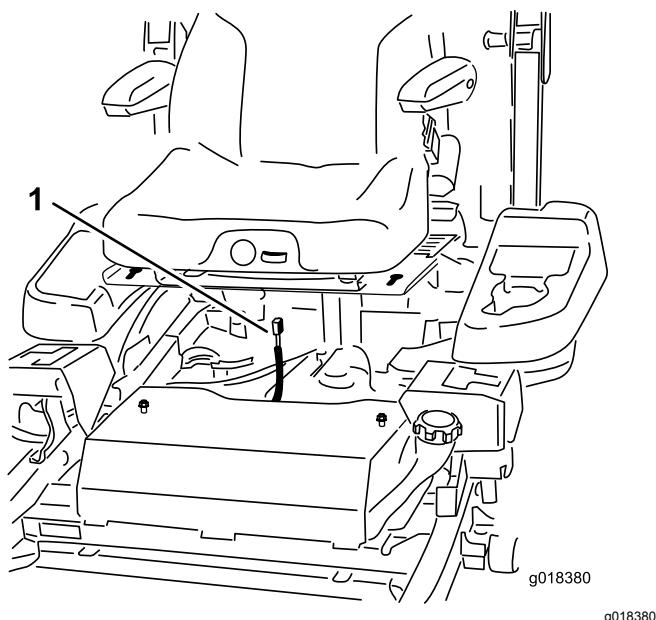

Figure 68
9. Débranchez le connecteur du faisceau du commutateur de siège situé sous le siège (Figure 68).